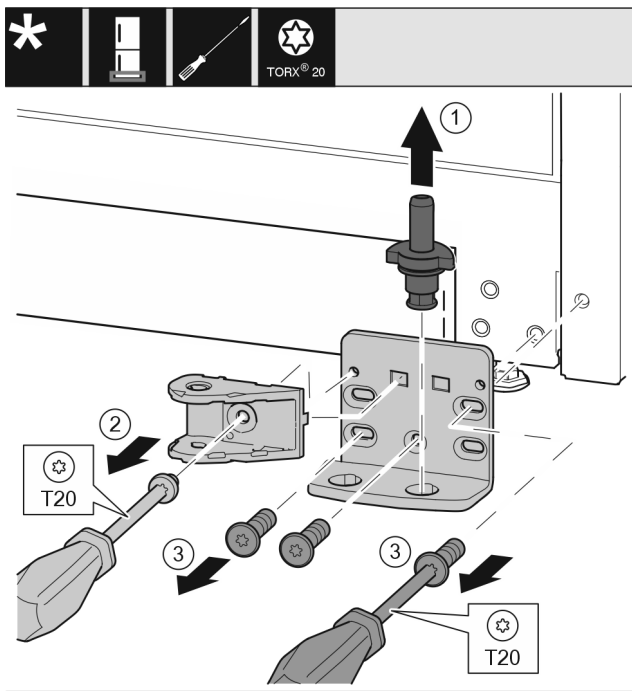

Fig. 23
- ▶ Nxirrni jashtë komplet bulonin e rrotullimit nga lart. Fig. 23 (1)
- ▶ Nxirrni jashtë vidën me një kaçavidë T20 dhe hiqni lidhjen e amortizatorit të mbylljes. Fig. 23 (2)
- ▶ Nxirrni jashtë vidat me një kaçavidë T20 dhe hiqni bazamentin mbështetës. Fig. 23 (3)